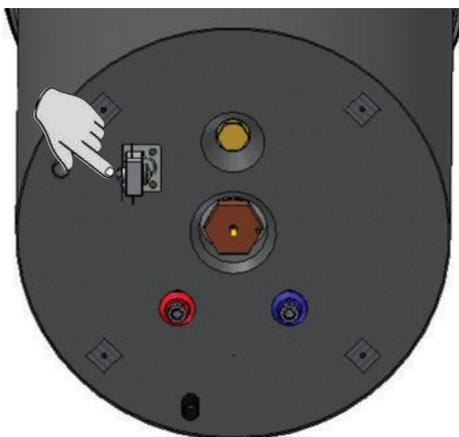

Figura 9.2
- Ripristinare manualmente il termostato di sicurezza intervenuto (Figura 9.2).